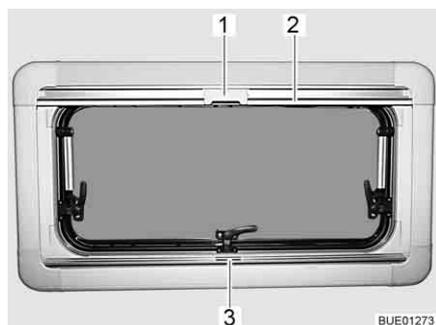

Bild 107 Ausstellfenster
Schließen: ■ **Faltverdunklung** in der Mitte der Griffleiste (Bild 107,3) fassen, von unten nach oben ziehen und auf der gewünschten Höhe loslassen. Die Faltverdunklung bleibt in dieser Höhe stehen.
Schließen: ■ **Insektenschutzrollo** an der Griffleiste (Bild 107,2) nach unten ziehen, bis es an der Griffleiste der Faltverdunklung (Bild 107,3) anstößt.
■ **Raste** (Bild 107,1) am Insektenschutzrollo mit der Griffleiste der Faltverdunklung verriegeln.
Öffnen: ■ **Raste** (Bild 107,1) am Insektenschutzrollo oben nach hinten drücken.
■ **Insektenschutzrollo** an der Griffleiste (Bild 107,2) langsam zurückführen.